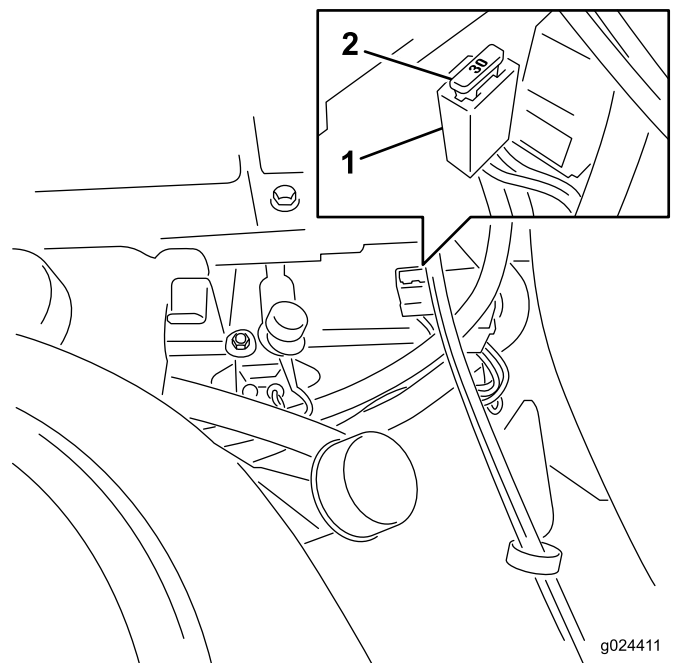

Figure 45
Remarque: Les fusibles sont situés sur la console droite, près du siège (Figure 45).
1. Pour remplacer le fusible principal, tirez-le en ligne droite hors du porte-fusibles (Figure 45).
4. Placez un fusible devant la fente du porte-fusibles (Figure 45).
5. Poussez le fusible dans le porte-fusibles jusqu'à ce qu'il soit complètement engagé (Figure 45).